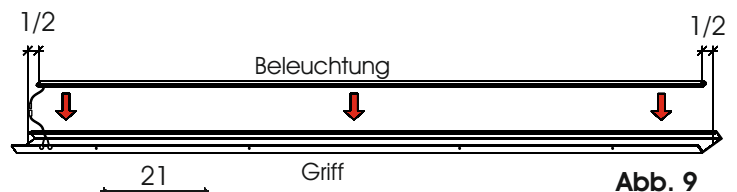

Abb. 9
2. Kleben Sie die Beleuchtung mittig mit ca. 21 mm Abstand zur Hinterkante in das Griffprofil. Achten Sie darauf, dass das Kabel der Beleuchtung in Richtung der Kontaktplatten zeigt. (Abb. 9, 10 und 11)